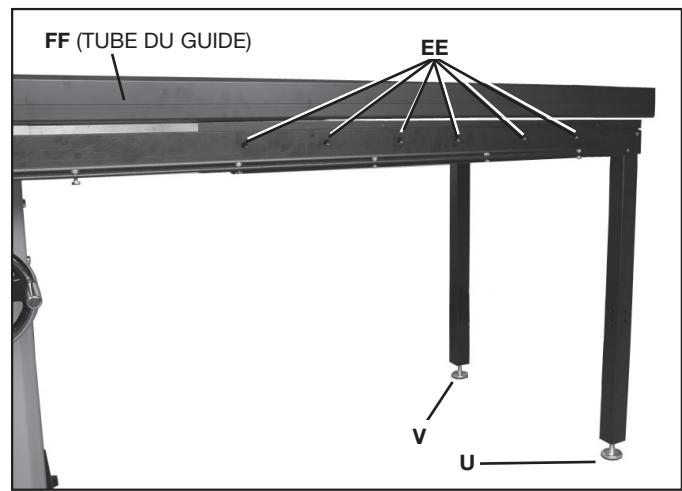

FIG. 13
1. Placer le pied de nivellement (U) fig. 13 à l'avant de la scie jusqu'à ce que les trous (non visibles) dans la rallonge de table s'alignent sur les trous (EE) dans la barre de guidage avant. (**REMARQUE :** c'est la version de 1,3 m (52 po) qui est illustrée dans la figure 13.)
**REMARQUE :** placer le tube du guide (FF) en travers de la table de la scie et sur la rallonge de table comme l'illustre la fig. 13. S'il y a un écart (comme dans l'illustration), il faut ajuster le pied de nivellement (DD) pour monter un peu la table.
2. Insérer une vis à tête plate de 1/4-20 x 19 mm (3/4 po) dans un trou (EE) fig. 13 sur la barre de guidage avant. Enfiler un écrou à embase cannelé de 1/4-20 sur la vis par le dessous de la rallonge de table.
3. Répéter cette démarche avec les trous restants (EE) fig. 13 dans la barre de guidage avant.
**REMARQUE :** au lieu du pied de nivellement (U) Fig. 13, mettre le pied de nivellement (V) en place juste avant d'installer les attaches de la barre de guidage arrière.